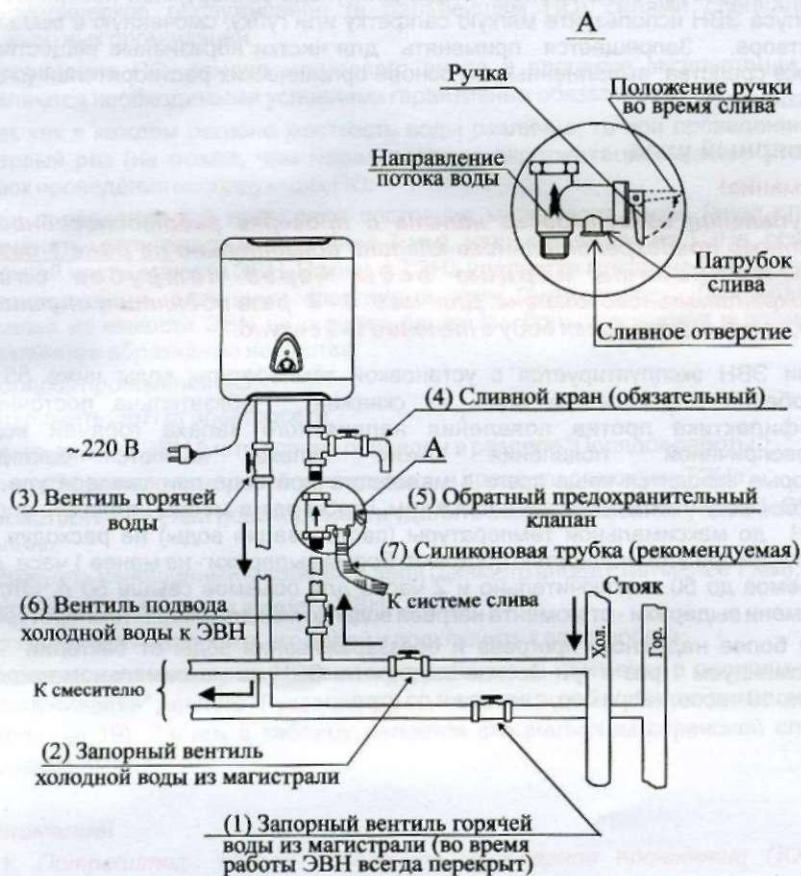

Рисунок 4 - Схема подключения к водопроводной сети
- Заполните ЭВН водой. Для этого перекройте запорный вентиль горячей воды из магистрали (1), закройте сливной кран (4), откройте запорный вентиль холодной воды из магистрали (2), вентиль подвода холодной воды к ЭВН (6), вентиль горячей воды (3) и кран горячей воды на смесителе. ЭВН заполнен, когда из крана горячей воды на смесителе начнет вытекать, с полным напором, вода. Закрыть кран горячей воды на смесителе (см. рисунок 4).
- При необходимости полного слива воды из ЭВН (например, при профилактике) надо отключить ЭВН от электрической сети, перекрыть вентиль подвода холодной воды к ЭВН (6), вентиль горячей воды (3) должен быть открытым, открыть кран горячей воды на смесителе и сливной кран (4), через который и слить воду (см. рисунок 4).
- Заполните ЭВН водой. Для этого перекройте запорный вентиль горячей воды из магистрали (1), закройте сливной кран (4), откройте запорный вентиль холодной воды из магистрали (2), вентиль подвода холодной воды к ЭВН (6), вентиль горячей воды (3) и кран горячей воды на смесителе. ЭВН заполнен, когда из крана горячей воды на смесителе начнет вытекать, с полным напором, вода. Закройте кран горячей воды на смесителе (см. рисунок 4).